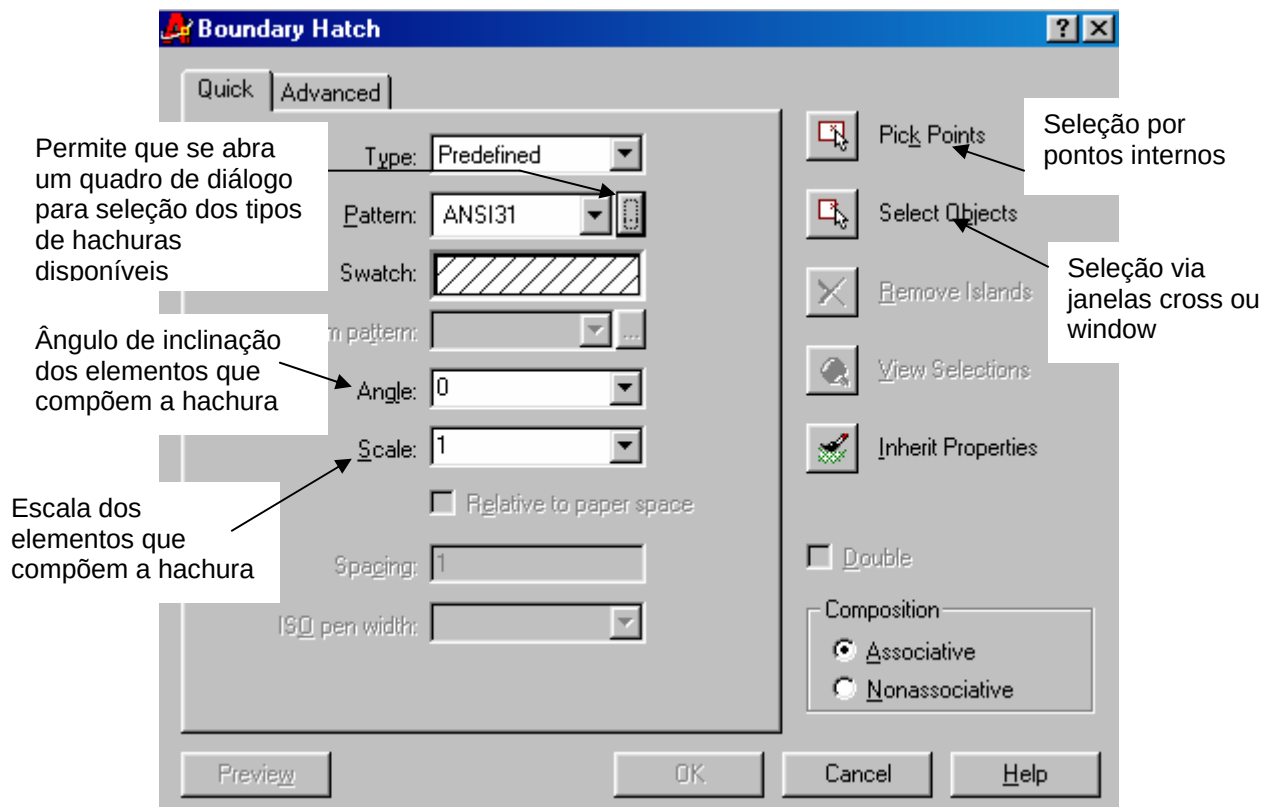

Figura 7.1 – Janela Boundary Hatch
2. Acesse o comando **HATCH...** Aparecerá na área de trabalho uma janela cujo título é **BOUNDARY HATCH**, a qual é formada por duas pastas (**QUICK** e **ADVANCED**). Ver figura 7.1 a seguir.